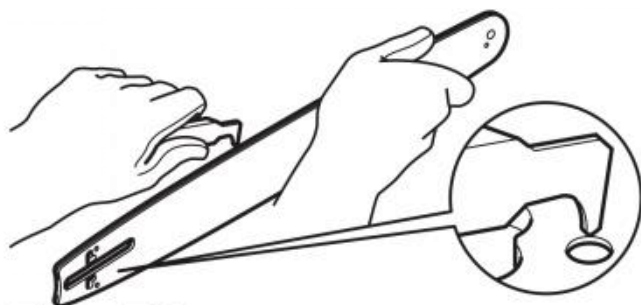

Fig. 71
4. Entfernen Sie Rückstände von den Schienen an der Führungsschiene (C13) mit einem Schraubendreher, einem Spachtel, einer Drahtbürste oder einem ähnlichen Werkzeug. Dadurch bleiben die Ölkanäle offen, um eine ordnungsgemäße Schmierung der Führungsschiene (C13) und der Sägekette (C12) zu gewährleisten (Abb. 71).